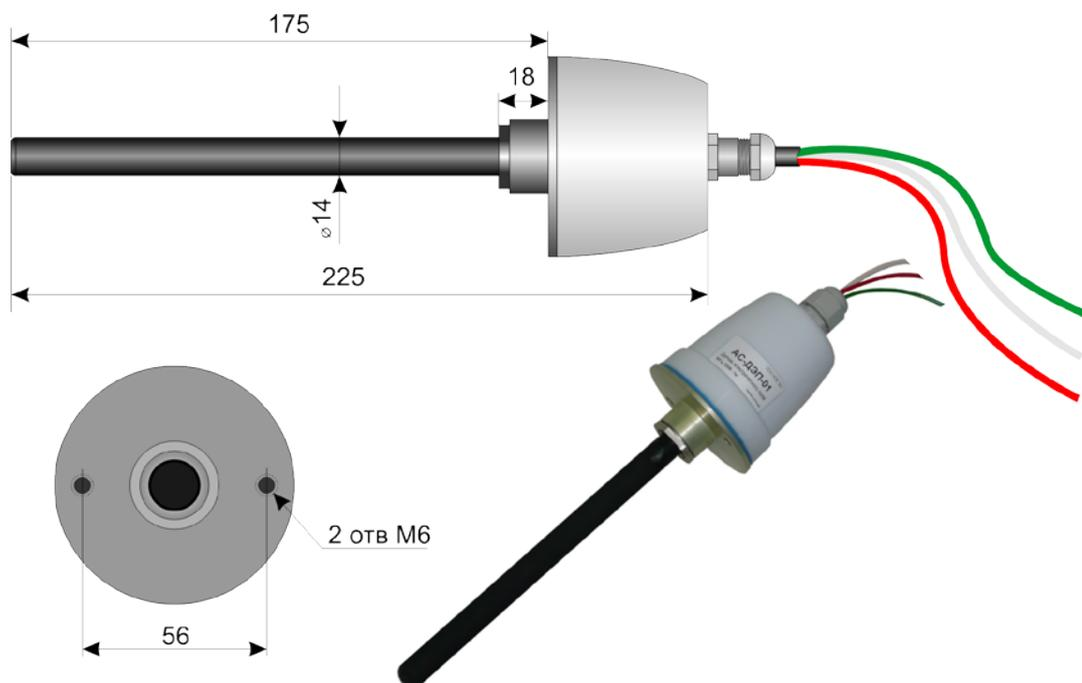

Рис. 7
6.7. Датчик электрического поля, рис.7, реагирует на электрическое поле, наводимое электросетями переменного тока 50Гц, выдавая сигналы запрета при превышении напряженностью поля заданной величины.